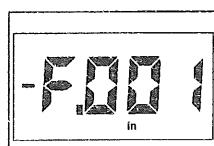

図 3-2
- \* ファイルを選択していない場合は、-F.001と表示されます（図3-2）。